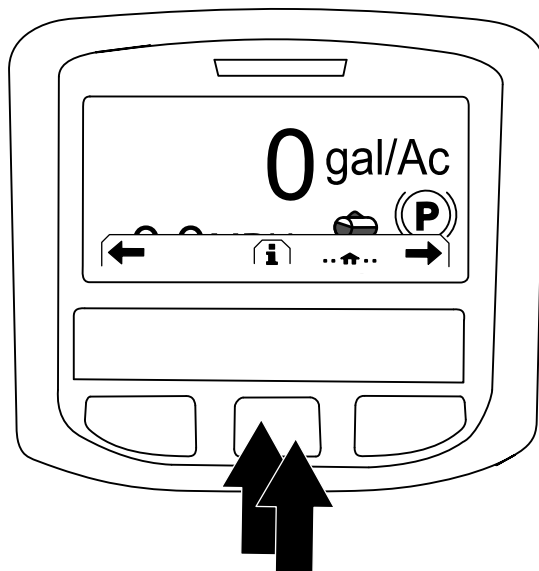

Рисунок 225
2. На главном экране (Home) нажмите среднюю кнопку на инфо-центре, чтобы перейти к странице навигации (Рисунок 225).
3. Нажмите среднюю кнопку на инфо-центре, чтобы перейти к главному меню (Main Menu) (Рисунок 225).